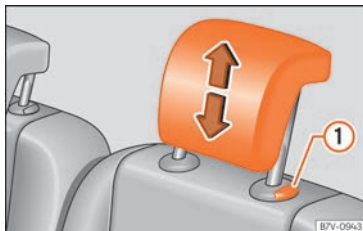

Fig. 157 Montaggio dei poggiatesta della seconda e terza fila di sedili.
- Estrarre il poggiatesta » » » **fig. 157** ① mantenendo premuta la linguetta.